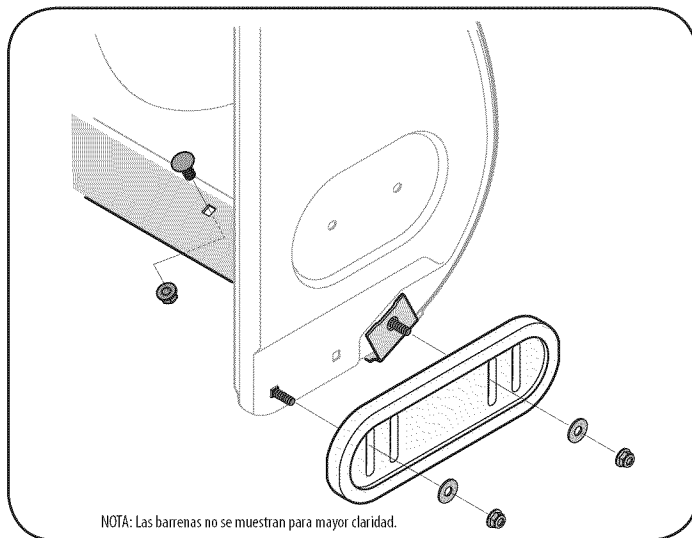

Figura 24
2. Monte las nuevas zapatas antideslizantes con cuatros pernos de carro (dos en cada lado), arandelas, y las tuercas de brida hexagonales. Consulte la Figura 24.